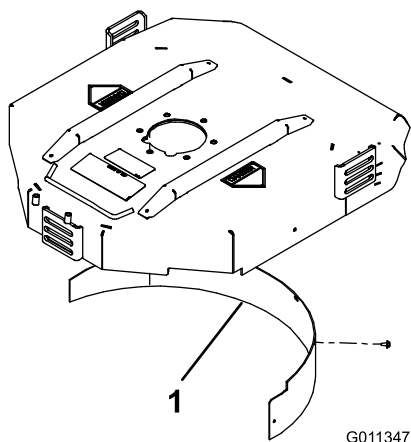

Figure 4
2. Montez le déflecteur de mulching dans l'ouverture arrière et fixez-le avec 5 boulons à embase (Figure 4).